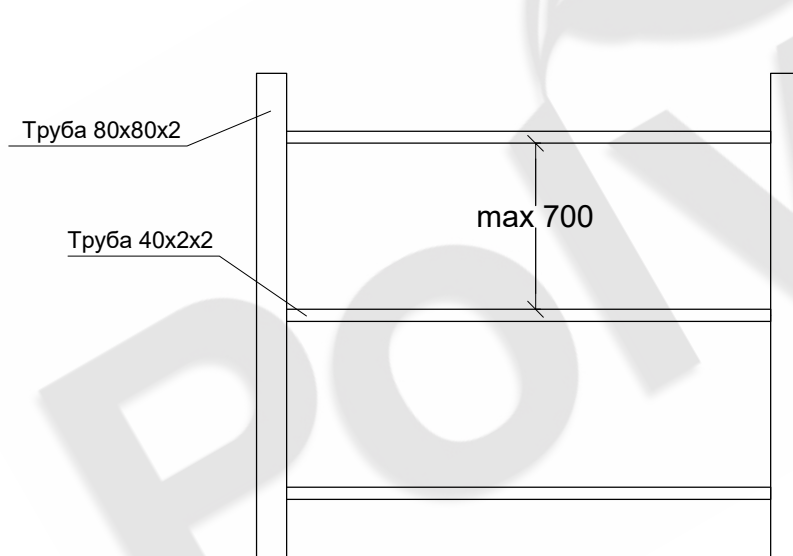

Рис. 9 Каркас забора
- Монтаж ограждения начинается с установки столбов. В качестве столбов можно использовать меллическую профильную трубу 80x80x2, кирпичные столбы и монолитные столбы. (Рис. 9)